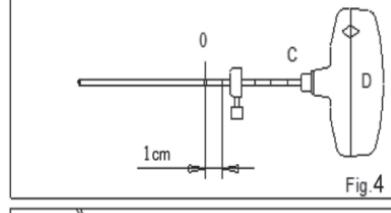

Fig.4
- FIG. 4** Regolare il misuratore di profondità sull'ago per biopsia (C) sul contrassegno di centimetri appropriato e serrarlo per avere una guida visiva. Nota – Il contrassegno di centimetri selezionato rappresenterà la sporgenza dell'ago per biopsia (C) oltre la cannula di taglio (A).
Nota 1 – Se desiderato e anatomicamente sicuro, ripetere la procedura della Fig. 4.